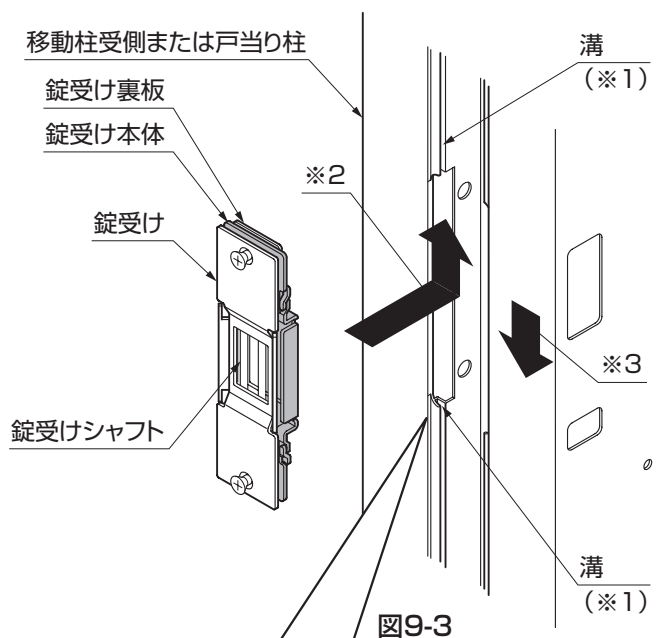

図9-3
② 錠受け本体を移動柱受側または戸当り柱の溝(※1)部分にスライド(※2, ※3)させて入れてください。(図9-3参照)